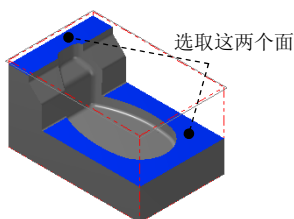

图 3.17 选取加工面
(1) 选取加工面。在图形区中选取图 3.17 所示的两个面，然后按 Enter 键，系统弹出“刀具路径的曲面选取”对话框。